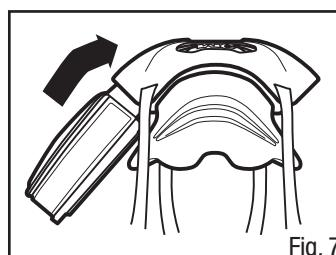

Fig. 7
- Si la cartouche ne « clique » pas lorsqu'elle est insérée, cela peut être dû à l'angle d'insertion. Lever légèrement la cartouche jusqu'à ce que la cartouche s'enclenche (Fig. 7).